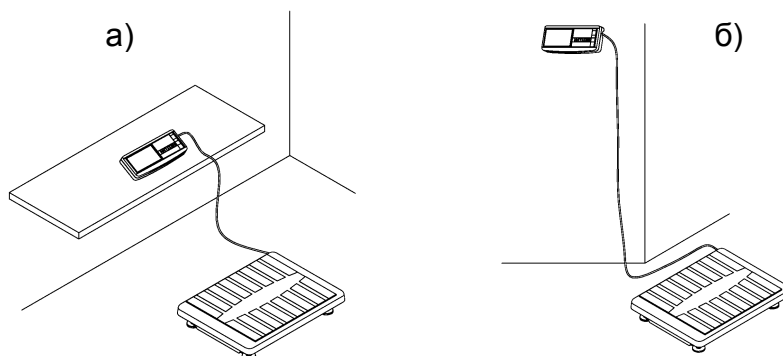

Рис. 6.1 - Варианты размещения устройства индикации:
- Выбрать удобный вариант размещения устройства индикации для работы с весами (Рис. 6.1).